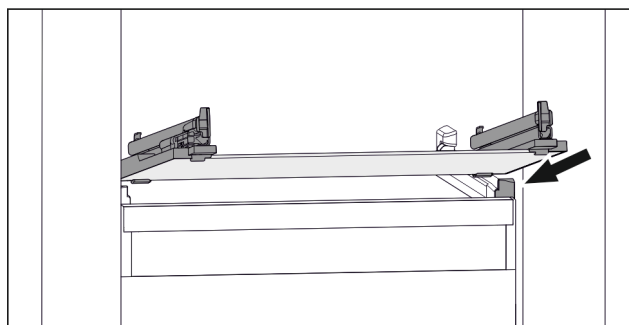

Fig. 64 Exemple de représentation de la tablette en verre
- ▶ Placer la tablette en verre, en l'inclinant, derrière les butées. (voir Fig. 64)